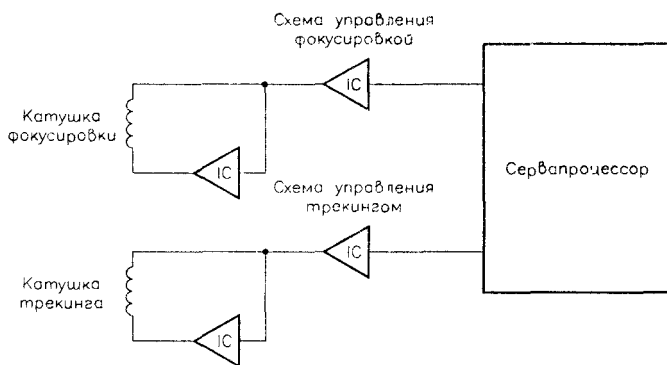

Рис. 7.14. Структурная схема цепи управления фокусировкой и трекингом от БИС сервосистемы
Данное устройство формирует сигнал разности между выходным радиочастотным сигналом фотоприемников лазерного звукоснимателя ($A + C$) и выходным радиочастотным сигналом фотоприемников ($B + D$). (Результирующий выходной сигнал усилителя ошибки фокусировки становится равным $A + C - B - D$.) Сигнал ошибки фокусировки (FE) подается на БИС сервосистемы (LSI), которая управляет катушкой фокусировки посредством специальной схемы (рис. 7.14). Подобным же образом усиленный сигнал ошибки трекинга (TE) подается на большую интегральную микросхему сервосистемы и управляет трекингом.